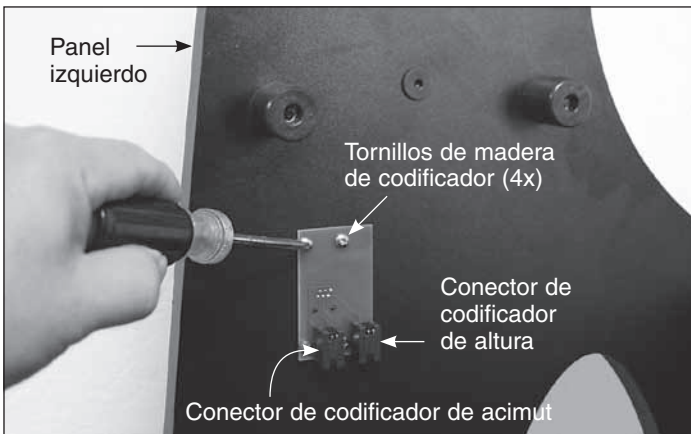

Figura 10. Acople la tarjeta del conector del codificador al panel izquierdo con cuatro de los tornillos de montaje de la tarjeta del codificador.
los agujeros guía pretaladrados del panel izquierdo hasta que estén apretados (figura 10).
19. Conecte un extremo del cable del codificador de acimut (el más corto de los dos cables planos del kit de IntelliScope) al conector del codificador de la placa base superior de la base dobsoniana. Conecte el otro extremo a la tarjeta del conector del codificador montada en el panel lateral izquierdo de la base. El cable del codificador de acimut debe enchufarse en el conector del lado izquierdo de la tarjeta del conector del codificador (figura 10).
20. Conecte un extremo del cable del codificador de altura (el más largo de los dos cables planos del kit de IntelliScope) al conector modular de la unidad del codificador de altura. Conecte el otro extremo del cable del codificador de altura al conector del lado derecho de la tarjeta del conector del codificador (figura 10).